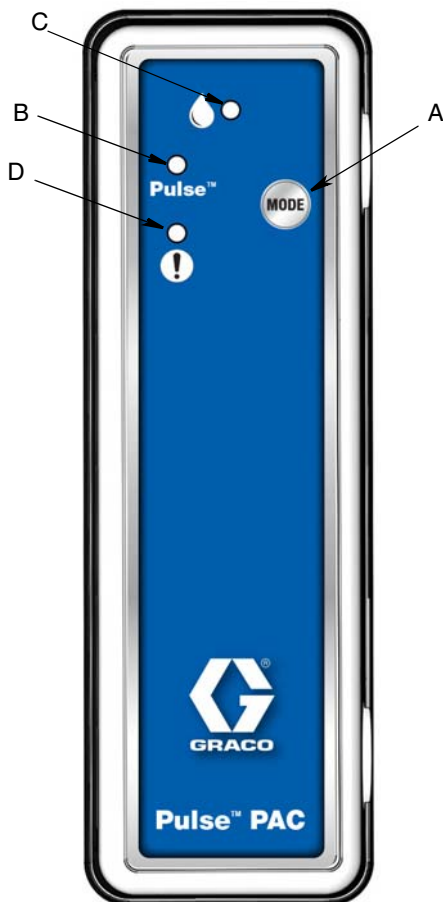

FIG. 13
3. Conecte a alimentação elétrica ao PAC. (A luz vermelha (D) acenderá.) Aguarde 30 segundos. (A luz azul (B) acenderá.) (FIG. 13)
4. No PAC, mantenha pressionado o botão Modo (A) por 5 segundos (FIG. 13). (A luz verde (C) acenderá. As luzes azul (B) e vermelha (D) apagarão.)
5. Mantenha pressionado o botão Modo (A) novamente por 5 segundos e solte-o (FIG. 13). (A luz verde (C) continuará acesa. As luzes azul (C) e vermelha (D) acenderão.)
6. Aguarde entre 5 e 10 segundos. (A luz verde (C) apagará. A luz azul (B) começará a piscar. A luz vermelha (D) permanecerá acesa.)
7. Quando a luz azul (B) parar de piscar e permanecer acesa, significa que a sequência de registro do PAC foi finalizada (de 1 a 3 minutos) (FIG. 13). (A luz vermelha (D) permanecerá acesa.)
9. Aguarde de 1 a 3 minutos até que a luz vermelha (D) se apague. O PAC estará configurado.
Mantenha pressionado o botão MODO (A) por 5 segundos (FIG. 13), a fim de selecionar o modo Pulse ou Trabalhar Off-line.